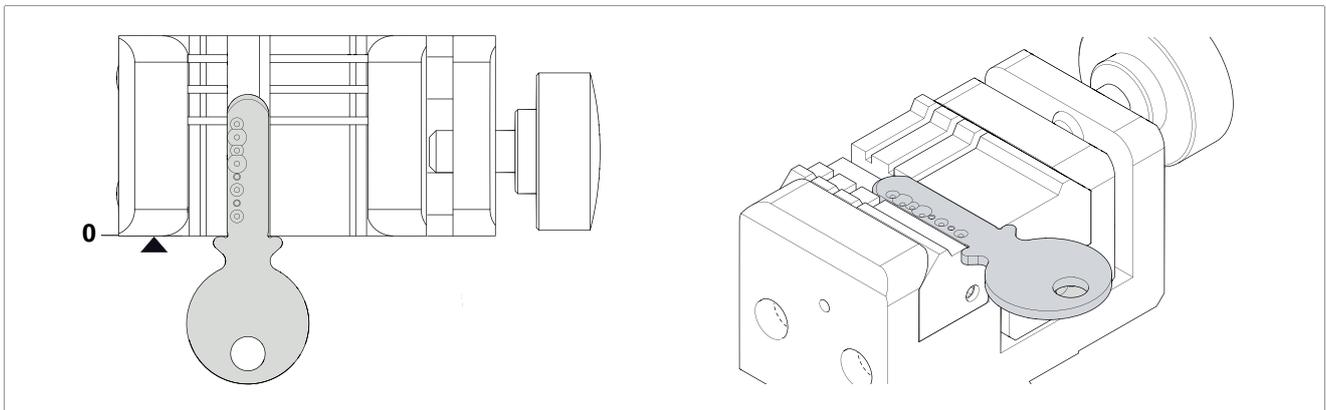
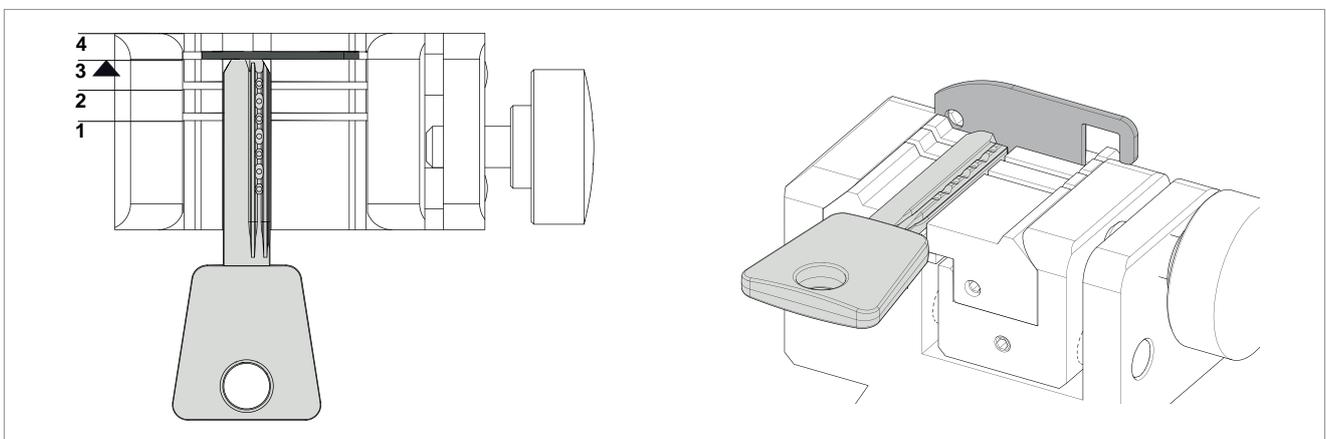

Fig. 46 - TOPE CABEZA
Fig. 47 - TOPE EN PUNTA
- tope mordaza previsto (Fig. 46 y Fig. 47)
Las primeras (con tope de parada) hay que colocarlas apoyadas contra las quijadas (tope "0") (Fig. 46) mientras que las otras (tope en la punta) hay que colocarlas con referencia en una de las ranuras (1-2-3-4), según lo indicado en el programa Silca en el tablet. Para esta operación utilizar la barra del equipamiento base (Fig. 47).